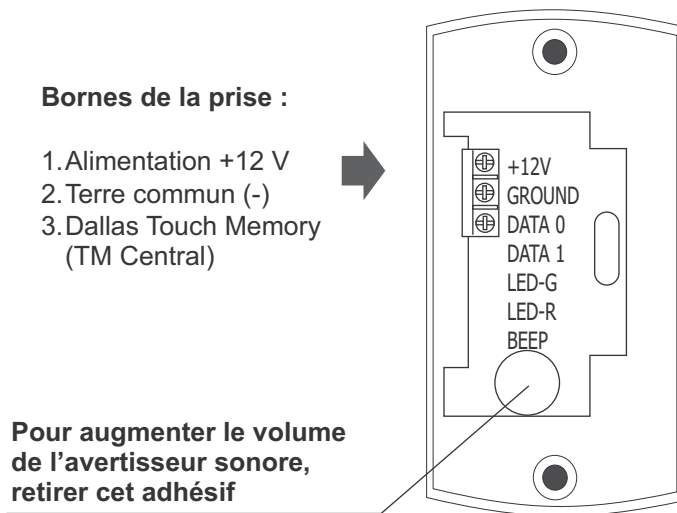

Fig. 4.
- Raccorder les fils à la prise du lecteur (Fig. 4).